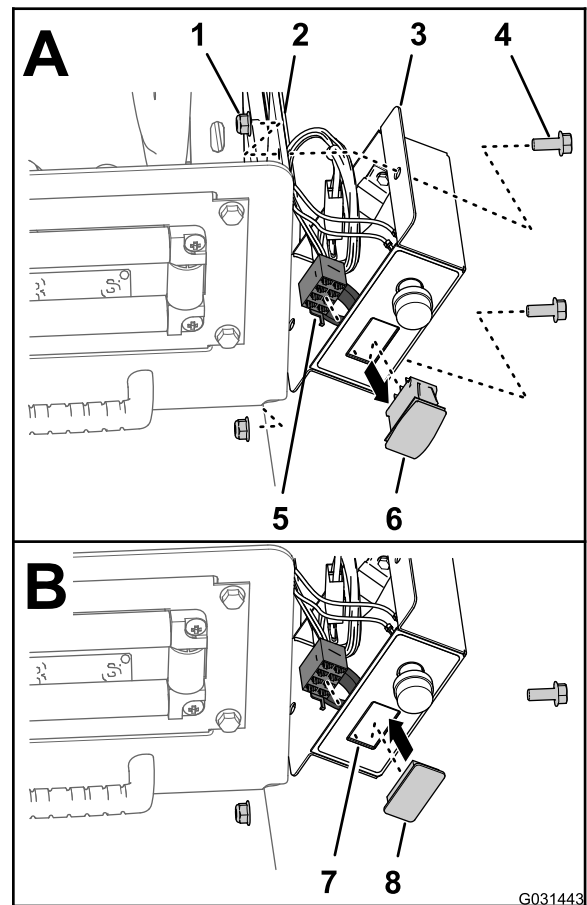

Figura 7
1. Retire los 2 pernos (5/16" x 3/4") y las 2 contratuercas (5/16") que sujetan la caja de control a la placa de montaje del carrete (Figura 7).
2. Desconecte el conector hembra de 8 vías del arnés de la caja de control del interruptor de CONTROL DE PRESIÓN (Figura 7).
3. Enrute el conector hembra de 8 vías dentro de la caja de control (Figura 7).
4. Apriete las pestañas de retención del interruptor de CONTROL DE PRESIÓN y saque el interruptor de la caja de control (Figura 7).
5. Alinee el tapón del interruptor con el orificio de la caja de control de donde retiró el interruptor (Figura 7).
6. Inserte el tapón del interruptor en la caja de control hasta que el tapón encaje firmemente en la tapa (Figura 7).
7. Alinee la caja de control con la placa de montaje del carrete (Figura 7), y sujete la caja a la placa con 2 pernos (5/16" x 3/4") y 2 contratuerzas (5/16").